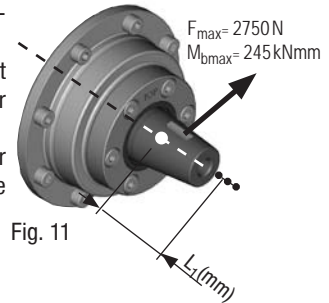

Fig. 11
- La force appliquée par la tension de la courroie sur le point d'application de la force (voir fig. 11) ne doit pas dépasser  $F_{\max} = 2750 \text{ N}$ .
- Si le point d'application de la force se déplace vers l'avant (voir fig. 11, petits points), la force  $F_{\max}$  diminue selon la formule suivante :